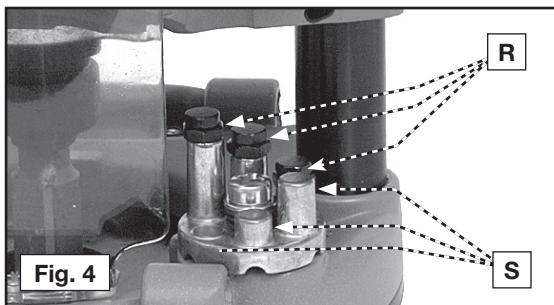
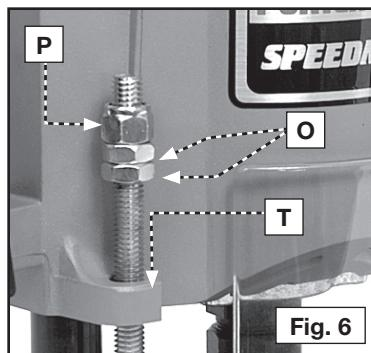

Fig. 4
Fig. 6
2. Suelte el mecanismo de movimiento vertical al tirar (jalar) la palanca cerradora (C) Fig. 4, a la izquierda. Baje el mecanismo hasta que la broca apenas toque la superficie del trabajo. Suelte la palanca y empújela a la derecha para cerrar el mecanismo en esta posición.
6. Para algunas aplicaciones, puede ser deseable limitar el movimiento vertical del mecanismo. Esto se puede hacer al: (1) Mover la palanca cerradora (C) Fig. 4 hacia la izquierda, para soltar el mecanismo de movimiento vertical, y mover el motor hasta el punto deseado; (2) Soltar y empujar la palanca a la derecha para cerrar el mecanismo en esta posición; (3) Usando dos llaves de boca de 9/16" (no están provistas), atornillar las tuercas de límite (O) Fig. 6, contra la parte superior del lomo (T) Fig. 6, de la caja del motor y apretar las tuercas una contra la otra para fijarlas.
NO INTENTE aumentar la distancia del movimiento vertical con reajustar la tuerca de tope (P) Fig. 6. Aumentando la distancia a más de 3" puede causar que el mecanismo se atore.